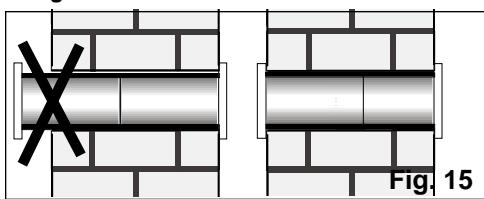

Fig. 15
- ❑ Se o comprimento dos acessórios for excessivo, pode-se cortar um deles para adaptar o conjunto à dimensão do muro, **Fig. 15.**